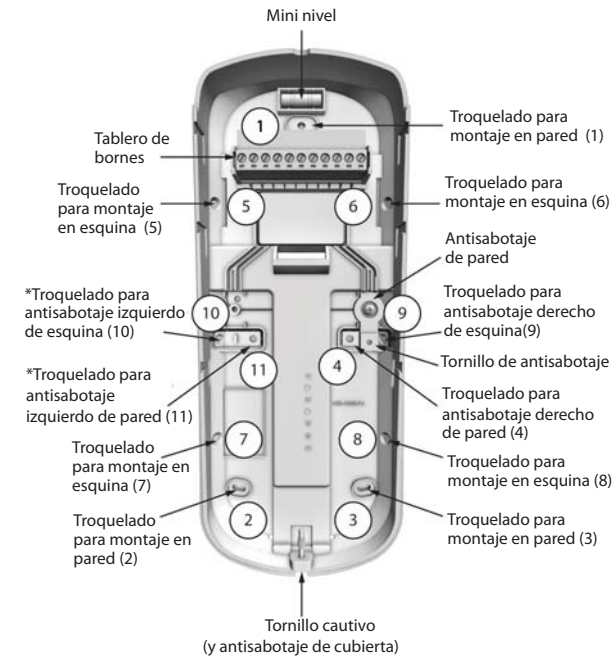

Figura 2: Componentes de la cubierta posterior NVX80
- Prepare la cubierta posterior para una instalación en la pared perforando los orificios de troquelado apropiados (vea la Figura 2). Para instalaciones en la pared: perfere los orificios 1, 2 y 3, y el antisabotaje de pared 4. Para instalaciones en la esquina: realice los orificios 5, 6, 7 y 8, y el del antisabotaje de pared (9).
- Usando un tornillo, asegure el interruptor antisabotaje a la cubierta posterior. (vea la Figura 2, "Tornillo antisabotaje")